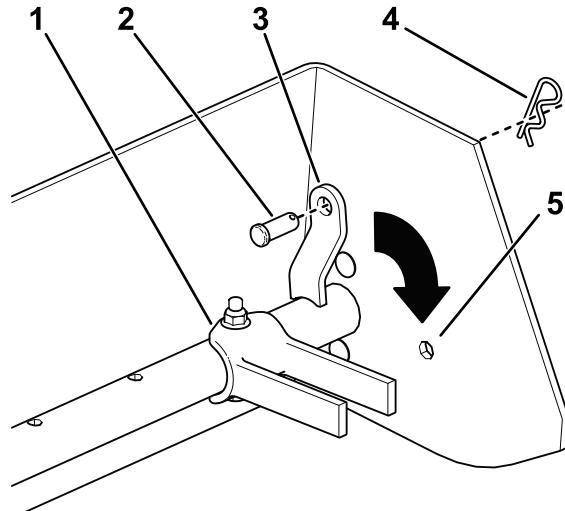

Figure 5
- Pendant le niveling, tournez le scarificateur en position supérieure et fixez chaque extrémité avec un axe de chape et une goupille fendue (Figure 5).
- Pendant la scarification, tournez le scarificateur en position inférieure et fixez chaque extrémité avec un axe de chape et une goupille fendue (Figure 5).